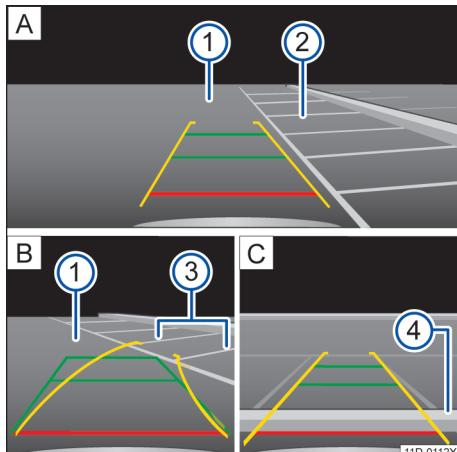

图 101 信息娱乐系统的屏幕显示: 使用倒车摄像头泊车
- 将车辆驶到停车位前方→图 101 (A) ②。
- 转向, 使黄色辅助线与目标车位边界对齐。绿线和黄线必须与侧面边界线→图 101 (B) ③ 重合。
- 当红色辅助线到达车位后方边界→图 101 (C) ④ 时, 停车。